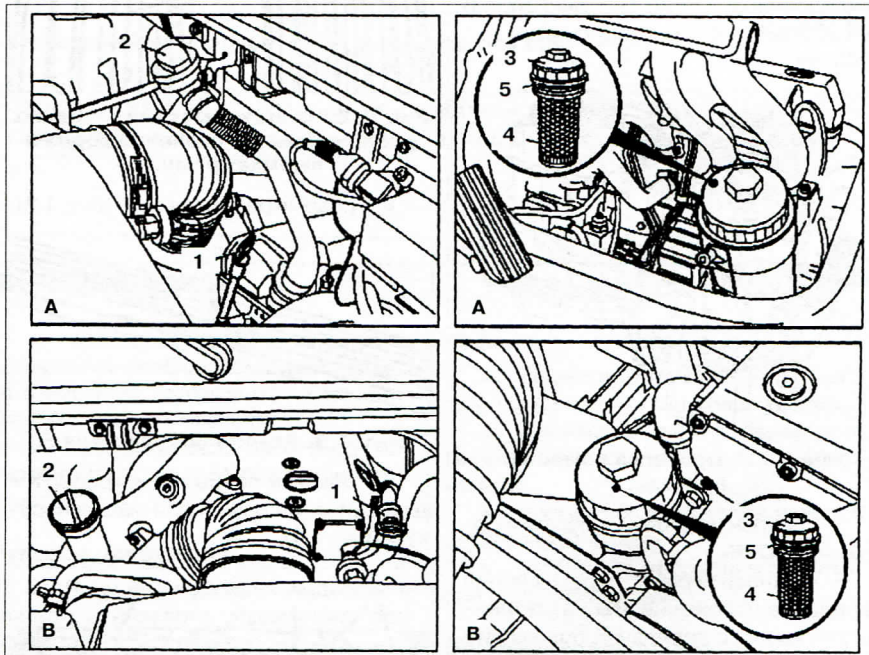

Рис. 1.9. Замена моторного масла:
1. Замените фильтрующий элемент 4 (рис.1.9).